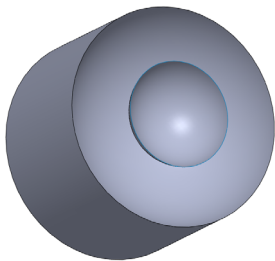

图 7-57 创建等距曲面
(4) 单击【确定】按钮，即可创建等距曲面，如图 7-57 所示。